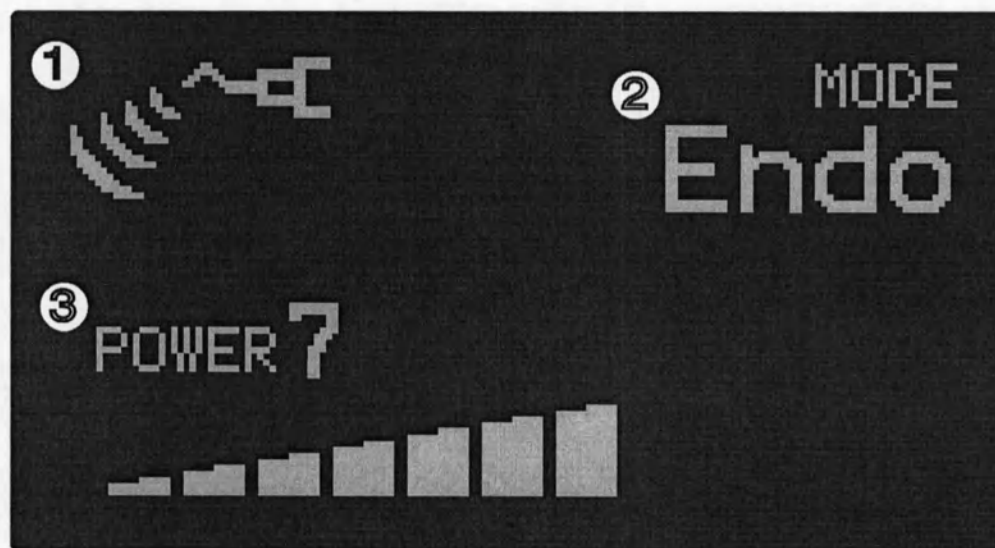

Рис. 2 Показания на дисплее для скалера
Когда на дисплее отображены показания, как на Рис. 2, вы можете управлять ультразвуковым скалером при помощи педали stom. установки.
◆ Работа наконечника (Рис. 2 - ①)
◆ Режим вибрации (Рис. 2 - ②)
◆ Уровень мощности (Рис. 2 - ③)